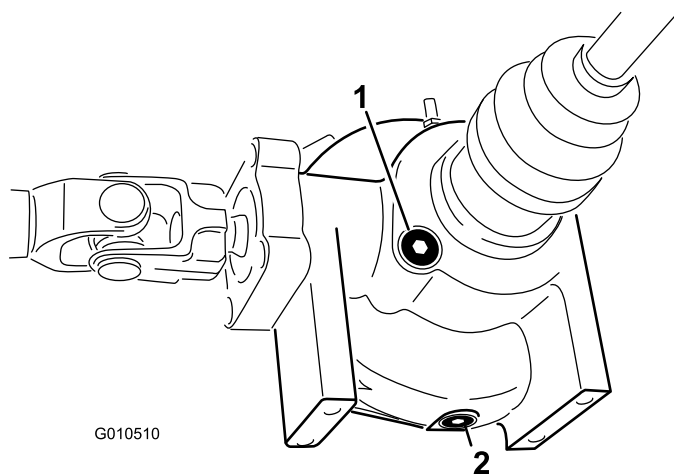

Рисунок 22
2. Очистите область вокруг заливной/контрольной пробки на боковой стороне дифференциала (Рисунок 22).